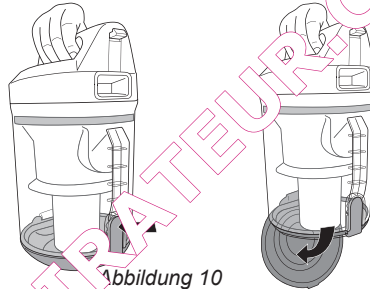

Abbildung 10
3. Nehmen Sie den Staubauffangbehälter heraus, indem Sie die Entriegelungstaste (siehe Abbildung 10) des Staubauffangbehälters eindrücken und den Behälter herausnehmen und legen Sie ihn über einen Müllsack.